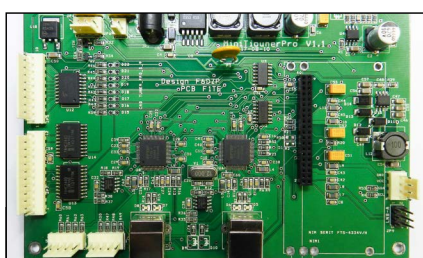

Figure 1 : le PCB tout monté
*Le PCB tout monté (Figures 1 et 3)